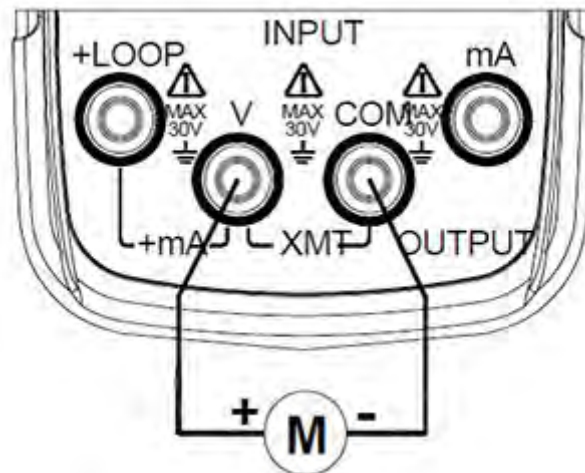

Abbildung 6-2
- 1. Stecken Sie ein Ende der Messleitung in die V-Eingangsbuchse (INPUT) des EC mAV 2 und das andere Ende in den Ausgang des Gerätes wie in Abbildung 6-2 gezeigt: